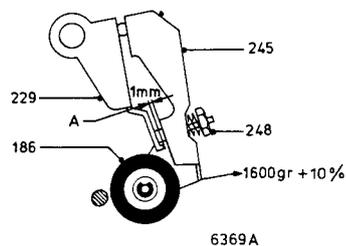

Fig. 41
f. Andruckrolle (siehe Abb. 41)